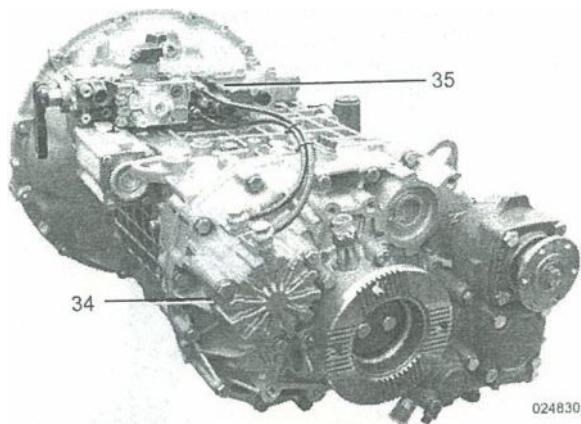

Рис. 3, Изображение с N 109/10
Управление демультиликатором состоит из клапана переключения (35) и установленного в коробке передач пневмоцилиндра двойного действия (34) (см. Рис. 3).